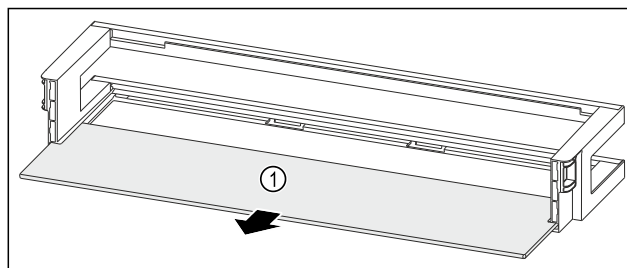

Fig. 139 Polica u vratima s policom za odlaganje
- Izvadite policu Fig. 139 (1).